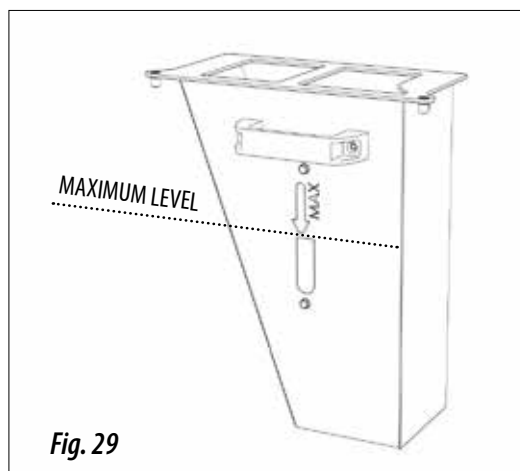

Fig. 29
**IMPORTANT:** DO NOT EXCEED THE MAXIMUM LEVEL INDICATED IN THE COLLECTION BOX (Fig 29).